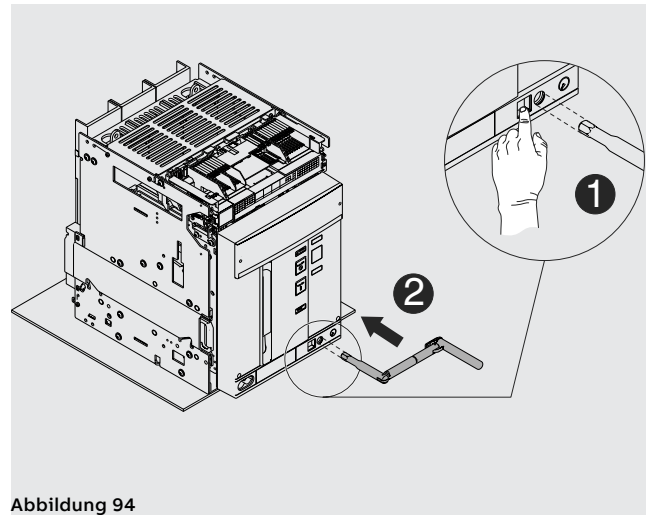

Abbildung 94
9. Die Verriegelungstaste drücken und die Handkurbel in das bewegliche Teil stecken. In dieser Phase befindet sich das bewegliche Teil noch in der Position **DISCONNECT**. Siehe Abbildung 94.